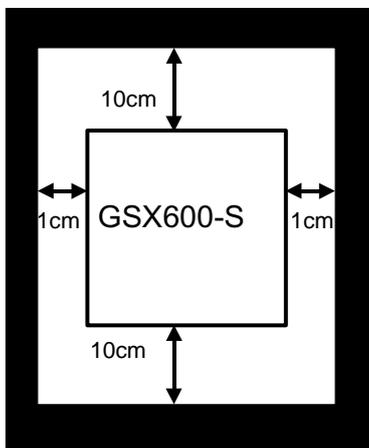

Bild 2-2-1 Montagerichtung und Abstände
2. Da der Frequenzumrichter während des Betriebs Wärme erzeugt, müssen die in Bild 2-2-1 angegebenen Abstände unbedingt eingehalten werden, damit der Fluß der Kühlluft nicht behindert wird. Da die erzeugte Wärme (ab 1,5 kW mit dem eingebauten Lüfter) nach oben abgeführt wird, darf über dem Frequenzumrichter kein wärmempfindliches Gerät montiert werden.